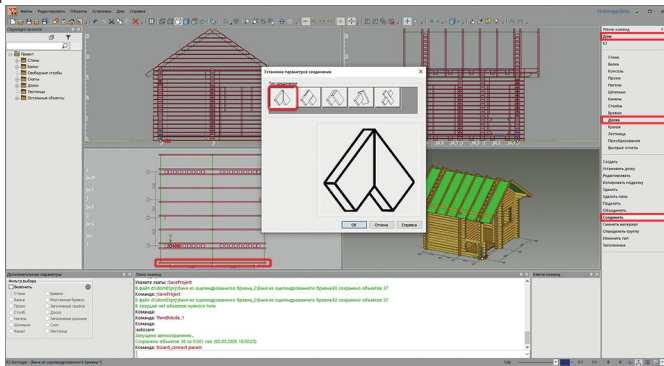

рис. 76
5. Соединим все стропила. Для этого на вспомогательной панели выберите команду **Дом/Доска/Соединить**, выберите в появившейся карточке **Установка параметров соединения** тип соединения по биссектрисе (рис. 76) и нажмите кнопку **ОК**.
Далее укажите пару соединяемых досок: одну на **скате 1**, другую — на **скате 2** (на рис. 76 обведены красной рамкой). Доски соединятся заданным способом — по биссектрисе.